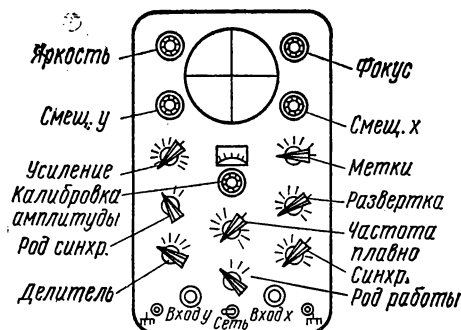

Рис. 2.43
- заземлить корпус прибора с помощью специальной клеммы (рис. 2.43);